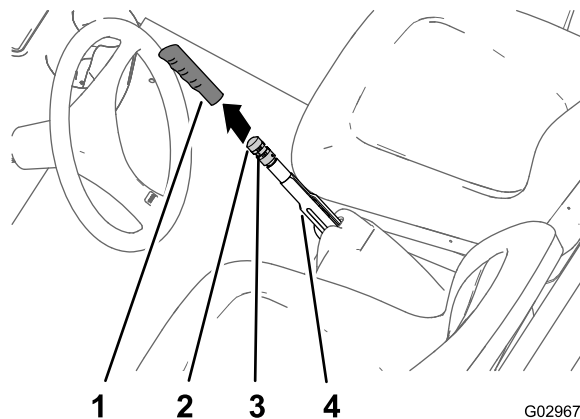

Рисунок 65
1. Снимите рукоятку с рычага стояночного тормоза (Рисунок 65).
2. Ослабьте установочный винт, который крепит ручку регулировки тормоза к рычагу стояночного тормоза (Рисунок 65).
3. Поворачивайте ручку регулировки тормоза до тех пор, пока усилие, требуемое для приведения в действие рычага стояночного тормоза, не достигнет 133-156 Н (Рисунок 65).
4. Затяните установочный винт и установите рукоятку на рычаг (Рисунок 65).
2. Ослабьте установочный винт (Рисунок 65), который крепит ручку регулировки тормоза к рычагу стояночного тормоза, выключите стояночный тормоз и ослабьте ручку регулировки тормоза.
5. Поворачивайте ручку регулировки тормоза (Рисунок 65) до тех пор, пока усилие,
- C. Поворачивайте ручку регулировки тормоза (Рисунок 65) до тех пор, пока усилие, требуемое для приведения в действие рычага стояночного тормоза, не достигнет 133–156 Н.
- Затяните установочный винт и установите рукоятку (Рисунок 65).